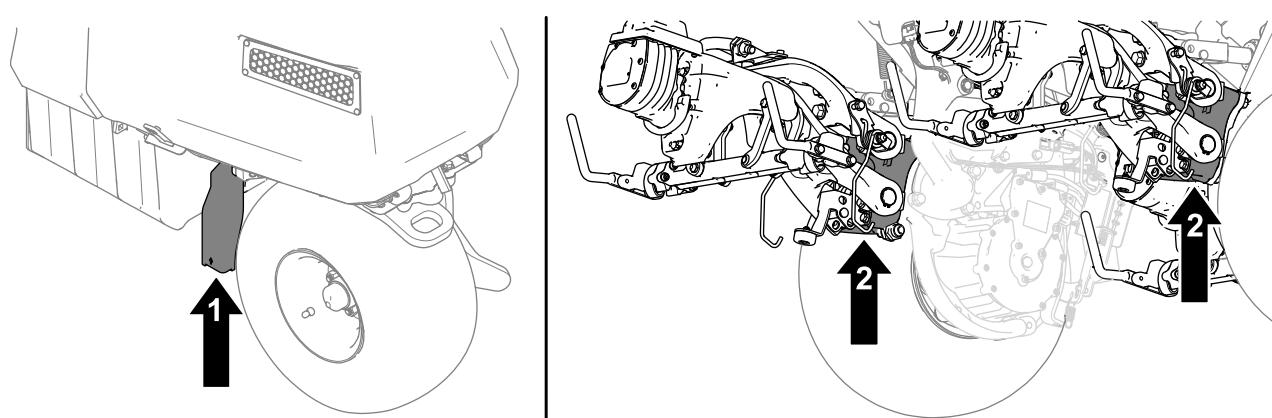

Figura 44
2. Após elevar a traseira da máquina, utilize um macaco adequado debaixo das seguintes áreas para suportar a máquina (Figura 44):